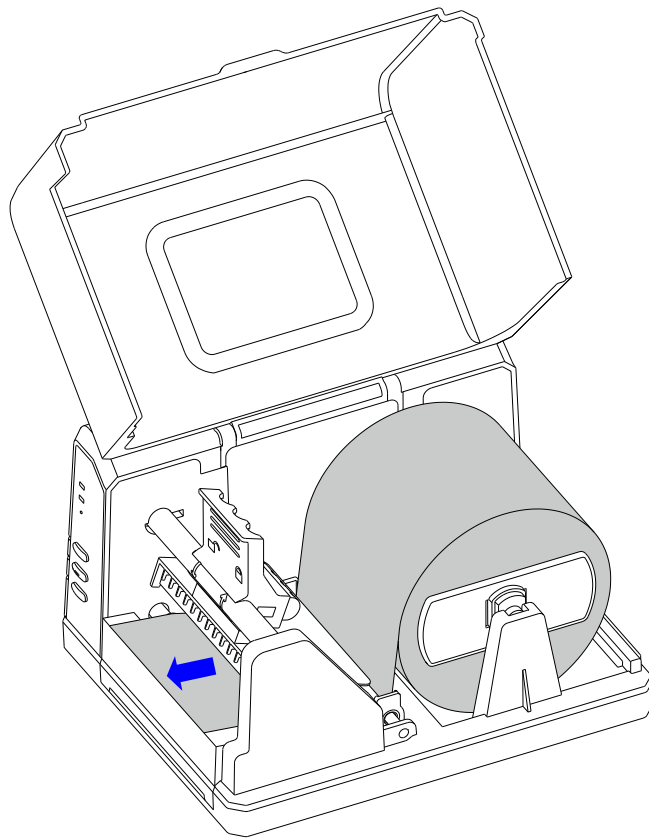

图 2-7
4. 将标签纸从纸张导向杆下方穿过，从打印模组下方穿出，并按撕纸口上的刻度尺居中定位，将两个纸张导向片靠紧标签纸，但不能挤压使其变形。如图 2-7 所示。